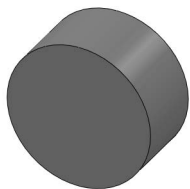

图 3-60 打开零件实体模型
- (1) 打开配书光盘中的初始文件“Z3L5.prt”，实体模型如图 3-60 所示。